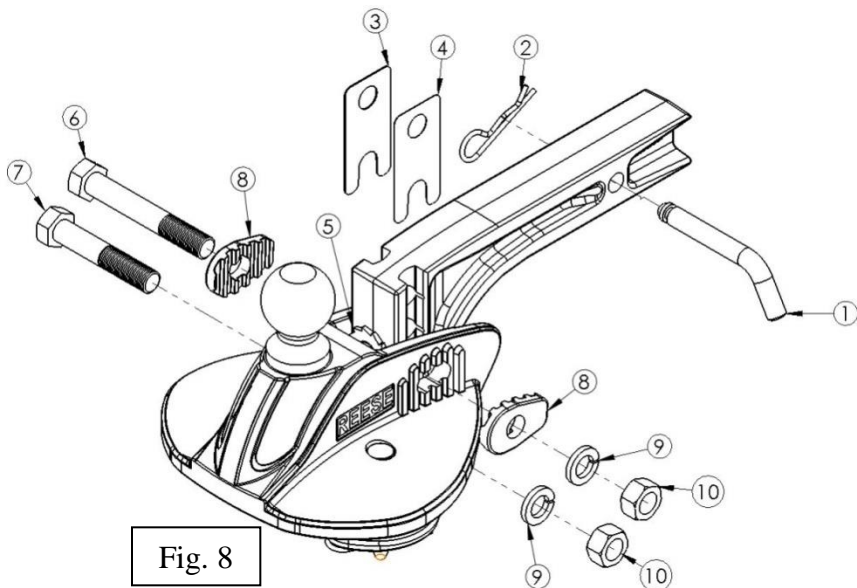

Fig. 8
- Insérer le boulon $\frac{3}{4}$ po court à travers le trou inférieur de la monture de boule et le trou de la barre d'attelage qui placera le dessus de la boule à $\frac{1}{2}$ à 1 po au-dessus du dessus du coupleur (voir Figs 8 et 8A).